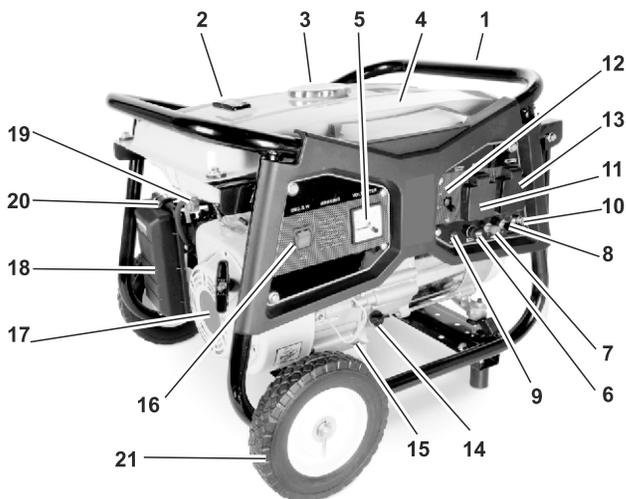

Рис. 1.
- Запуск бензинового двигателя осуществляется ручным стартером, при помощи рукоятки (17)(См. Рис.1).
- Заправка топливного бака (4) осуществляется через заправочную горловину, закрытую крышкой (3).
- Топливо из топливного бака (4) через топливный кран (19) и топливную систему, поступает в карбюратор.
- С помощью воздушного фильтра производится очистка воздуха, поступающего в карбюратор двигателя. Для проведения технического обслуживания воздушного фильтра, он снабжен съемной крышкой (18). Через крышку открывается доступ к фильтрующему элементу.
- Вольтметр (5) предназначен для измерения величины выходного напряжения работающего генератора.
- Округите крышку топливного бака (3)(См. Рис.1).Проверьте уровень топлива.
- Отверните масляную пробку (14)(См. Рис.1), достаньте щуп.
- Соедините разъем заземления (0)(См. Рис.1) на панели управления с заземлителем. Для соединения используется провод, сечением не менее 1,5 мм².
- Противоположный конец провода соединяется с клеммой заземления генератора (0)(См. Рис.1).